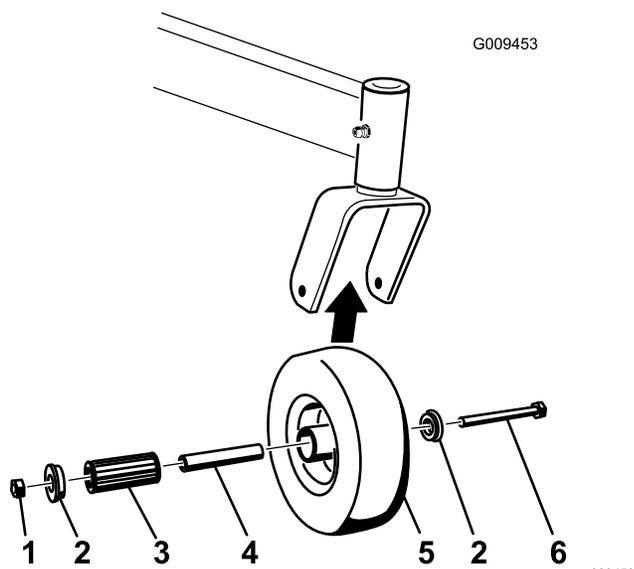

図 48
1. キャスタホイールをキャストフォークに固定しているロックナットとホイールボルトを外す 図 48。
2. ブッシュを1つ外し、次にスパンナブッシュとローラベアリングをホイールハブから抜き出す 図 48。
3. ホイールハブからもう1つのブッシュを取り出し、ハブについているグリスや汚れを落とす 図 48。
- 注** 破損・摩耗しているパーツは交換する 図 48。
5. ホイールハブにブッシュ1つを入れる 図 48。
6. ローラベアリングとスパンナブッシュにグリスを塗ってホイールハブに取り付ける 図 48。
7. ホイールハブに残りのブッシュ1つを入れる 図 48。
8. キャスタホイールをキャスタフォークに取り付け、ホイールボルトとロックナットで固定する 図 48。
9. スパンナブッシュがキャスタフォークの一番奥に当たるまでロックナットを締め付ける 図 48。